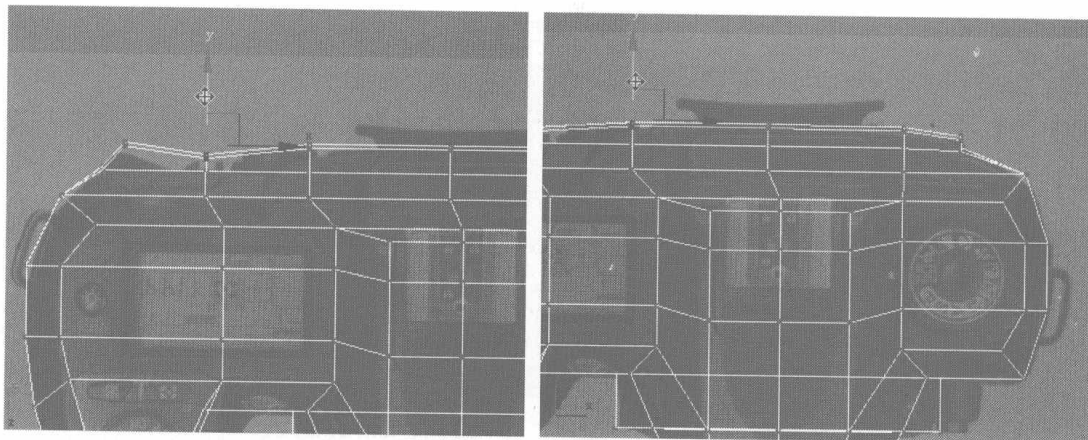

图 6.28
- 15** 在 Top 视图中继续将挤压的面的节点进行适当调整，效果如图 6.28 所示。